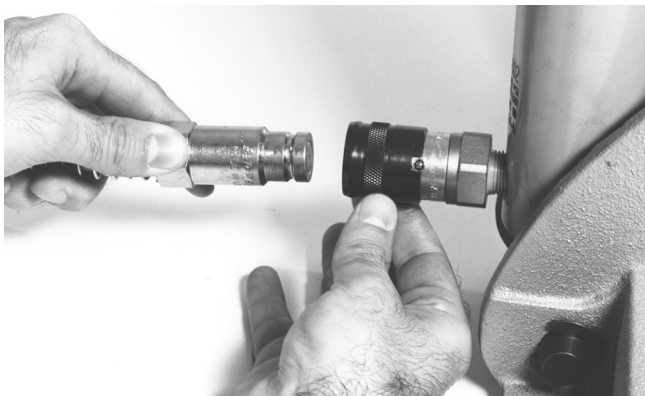

Рис. 3 – Подсоединение гидравлического ножного насоса к труборезу
- a. Вставьте охватываемый конец быстросъемной соединительной муфты в охватывающий конец, находящийся на гидравлическом цилиндре (рис. 3).